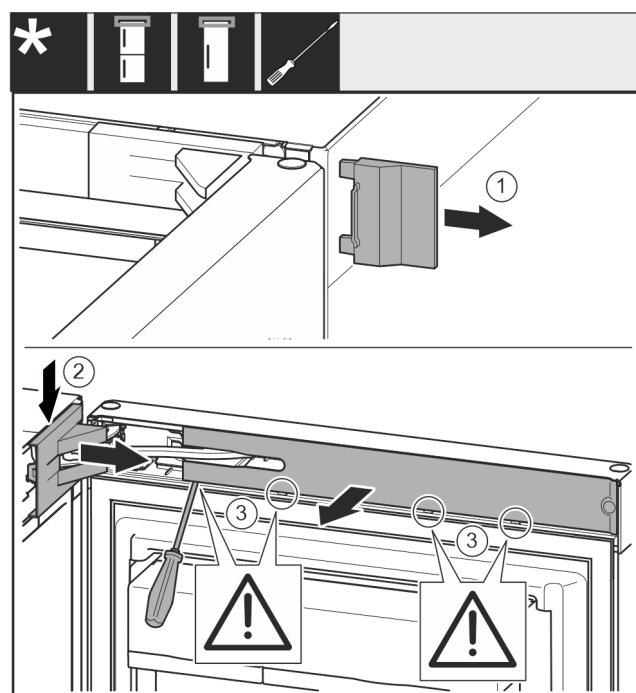

Fig. 11
- Снимите крышку Fig. 11 (1).
- При помощи отвертки отцепите крышку опорного кронштейна Fig. 11 (2) и отсоедините ее.
- Снимите крышку опорного кронштейна Fig. 11 (2).
- При помощи шлицевой отвертки отцепите накладку Fig. 11 (3) и отведите ее в сторону.